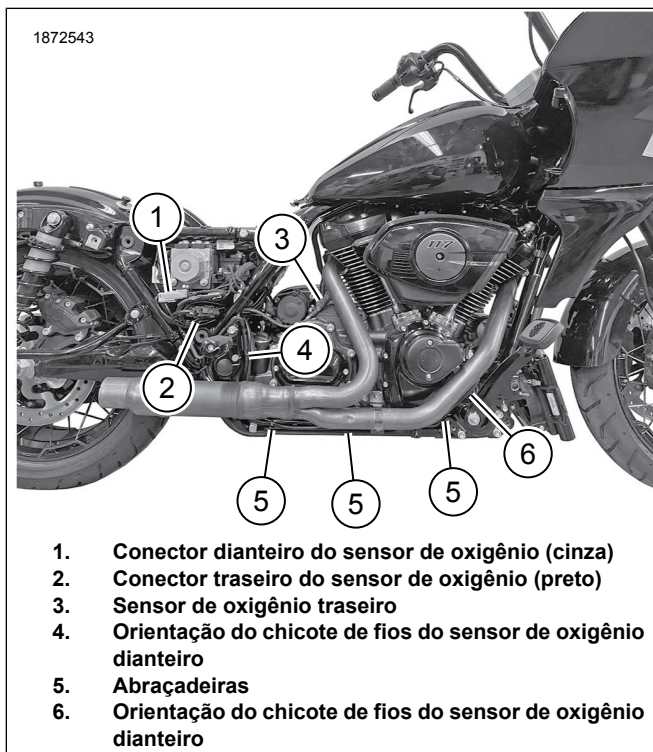
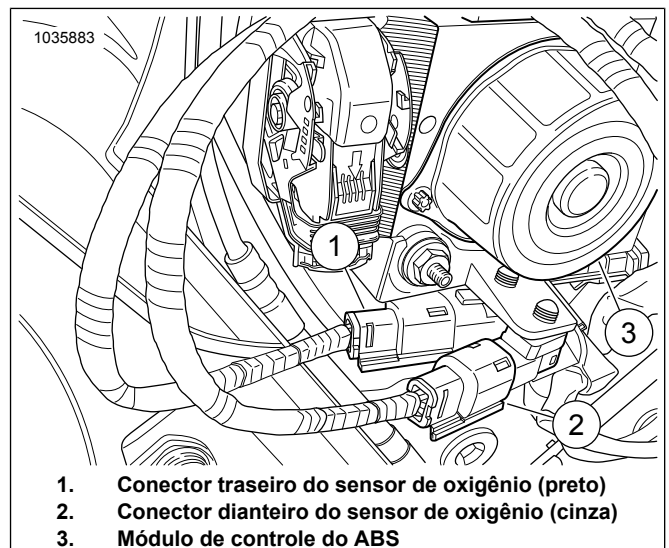

Figura 8. Orientação do chicote de fios do sensor do ATM
Figura 13. Conexões do chicote de fios principal do ATM
12. Veja Figura 4 e Figura 8. Encaminhe os cabos do chicote de fios do conector do sensor de oxigênio dianteiro e traseiro (1, 2) até os conectores correspondentes. Conectores do chicote de fios com correspondência de cores: Preto para preto, cinza para cinza.
16. Veja Figura 8. **Sensor de oxigênio dianteiro (5, chicote de fios longo):**
12. Consulte Figura 13 e Figura 8. Passe os conectores cinza (3) e preto (1) por trás do módulo de controle do ABS (2) e conecte no chicote de fios principal. As cores dos conectores devem ser correspondentes: preto com preto e cinza com cinza.